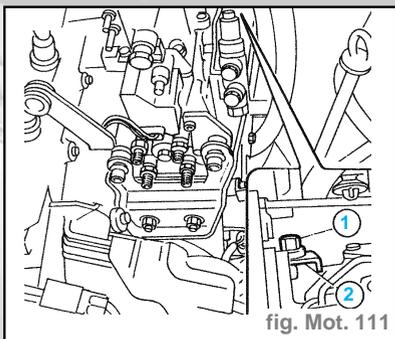

fig. Mot. 111
- Desserrer la vis-frein (1) (uniquement pour l'assemblage pompe-poulie sans clavette), mettre en place l'entretoise (2) et serrer la vis (1) (fig. Mot. 111).